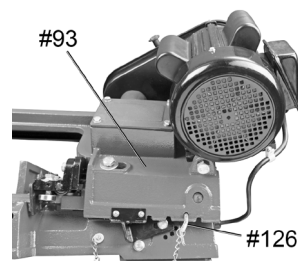

Fig. 14
6. Enlevez la goupille de sécurité (n° 126) et tournez la plaque de support (n° 127) dans le sens antihoraire jusqu'à ce qu'elle se libère du cadre de corps (n° 93 [fig. 14]).